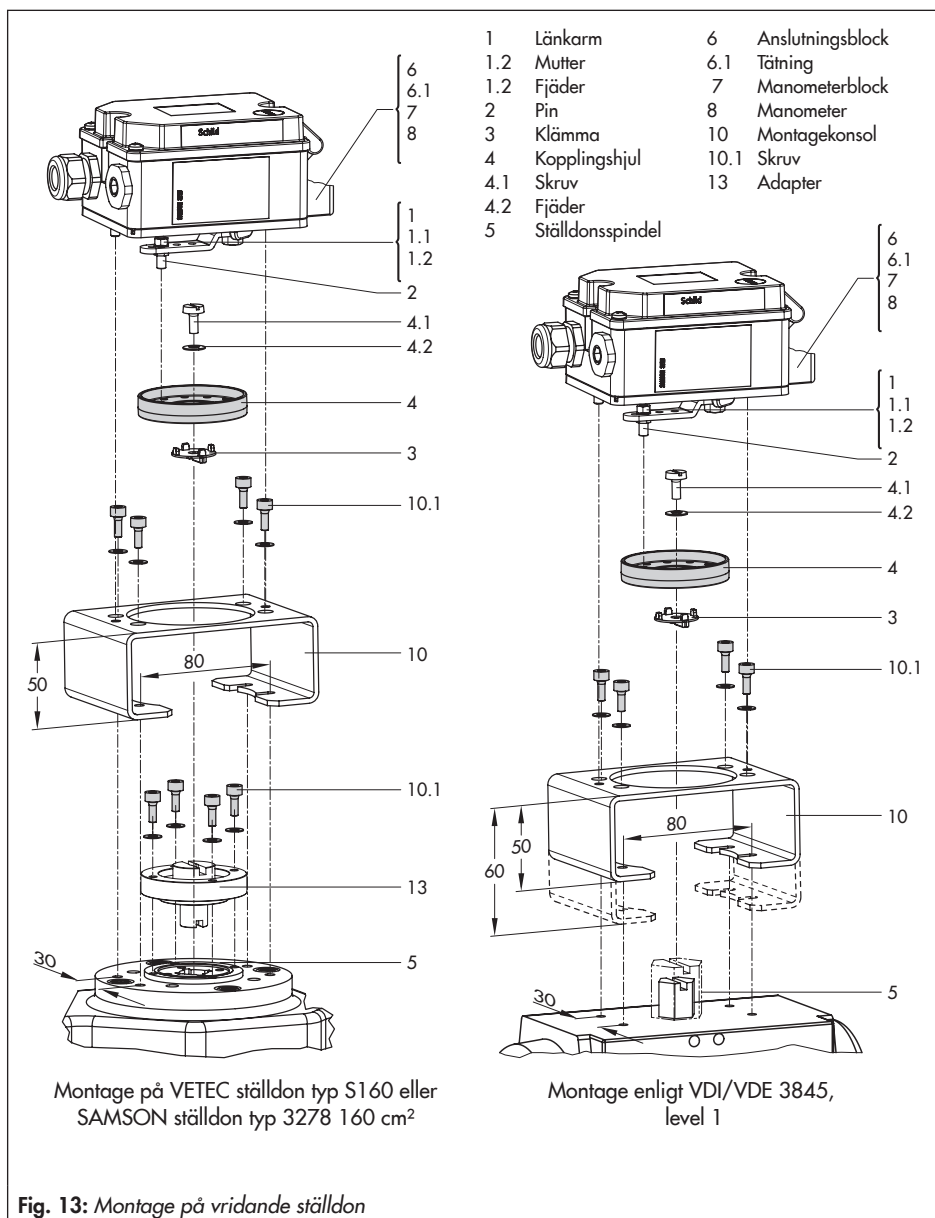

Fig. 13: Montage på vridande ställdon
3. Fäst kopplingshjul (4) och klämma(3) på spindeln med skruv (4.1) och fjäder (4.2).
4. Montera anslutningsblock (6) eller manometerblock (7) på lägesställaren. Säkra att tätningar är korrekta.
5. Fäst montagekonsol (10) på ställdonet med 4 skruvar (10.1).
6. Lossa pin (2) från hävarm M (1). Använd pin (Ø 5 mm) i montagesatsen och fäst i position 90°.
7. Fäst lägesställaren på montagekonsol (10). Observera ställdonets rotationsriktning. Justera länkarm (1) mot kopplingshjul (4) med hjälp av pin (Fig. 13). Länkarm (1) måste vara parallell med lägesställarens långa sida när ställdonet är i 50% av sitt läge (dvs 45 grader för ett 90 graders ställdon).
8. Fäst etiketten med slaglängdsskalan på kopplingshjul (4) så att pilens ände visar stängt läge och enkelt kan avläsas när ventilen är installerad.